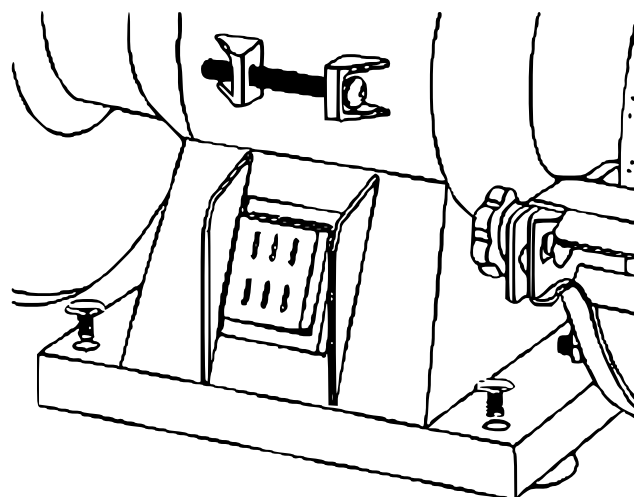

Abbildung 3
1. Stellen Sie die Doppelschleifmaschine zunächst an die vorgesehene Stelle und zeichnen Sie mit einem Stift durch die Vorbohrungen am Gerätefuß (9) hindurch die Bohrlöcher auf der Werkbank an.
3. Stellen Sie die Schleifmaschine wieder an die richtige Stelle und sichern Sie sie mit den geeigneten Schrauben und Unterlegscheiben (siehe Abb. 3).
3. Der Scheibenschutz wird nach Entfernen der drei Schrauben an der Außenseite mit einem Kreuzschlitzschraubendreher abgenommen (siehe Abb. 3).